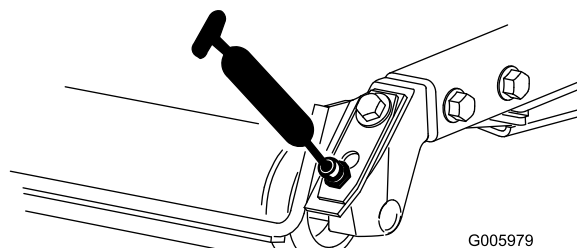

Figure 22
- Roulements à rouleaux arrière (2 par plateau de coupe) (Figure 22)